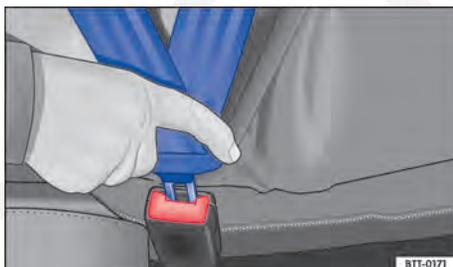

Fig. 78 Introduzir a lingueta do cinto de segurança no fecho do cinto de segurança.
- Introduzir a lingueta do fecho firmemente no fecho do cinto de segurança pertencente ao assento ⇒ Fig. 78.